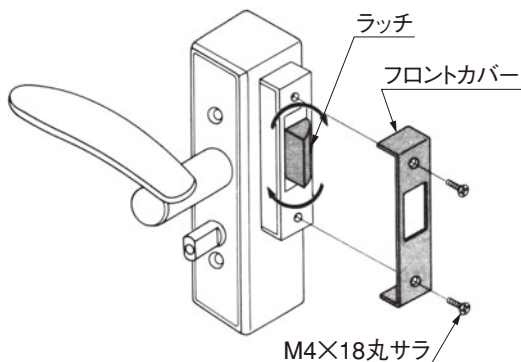

図2-1 ラッチの変更
- ① フロントカバーをはずし、ラッチを回転させてから再度ネジにて取付けてください。(図2-1参照)